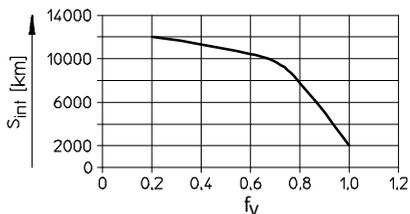

Fig. 12
2. Определите интервал смазки  $S_{int}$  (→ Fig. 12).